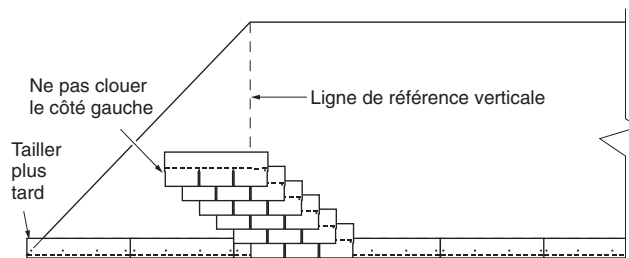

Figure 9-3 : Section 1-A
2. Poser le premier bardeau de chaque rang en haut du premier rang en chevauchant la ligne de référence de la façon indiquée dans les instructions d'installation du produit. **NE PAS** clouer l'extrémité gauche de ces bardeaux pour le moment. (Il y aura au total quatre ou six rangs par section diagonale selon le produit à installer.) (Voir la figure 9-3).